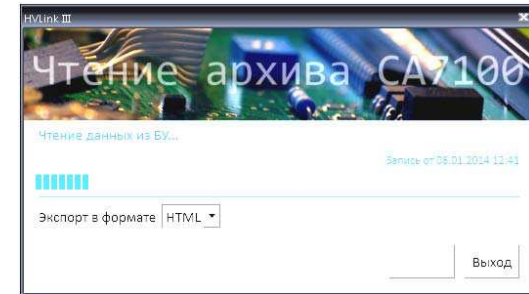

Рисунок 9.5
7) Для выхода из программы щелкнуть по кнопке **Выход** (рисунок 9.5).